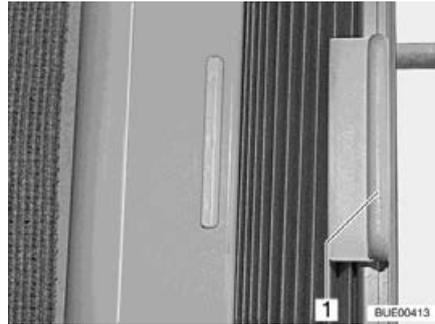

Bild 45 Faltverdunklung (Seitenfenster)
- Öffnen und schließen:** ■ Faltverdunklung am Griff (Bild 45,1) halten und nach links oder rechts schieben.